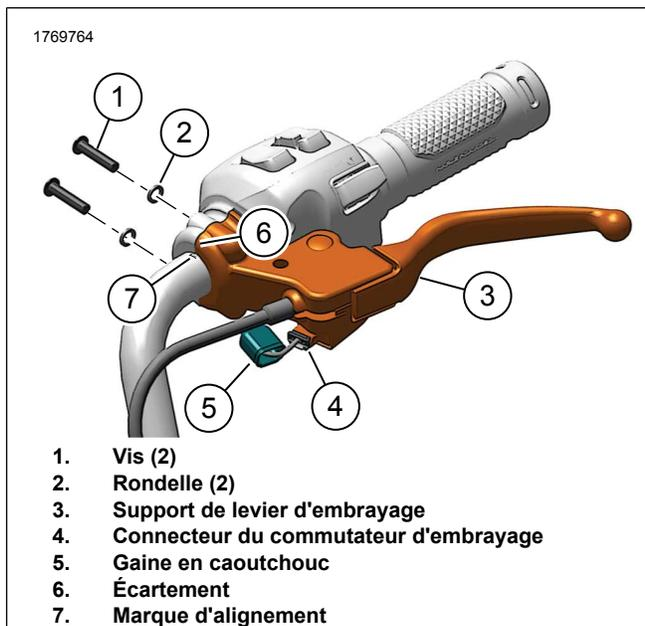

Figure 4. Support de levier d'embrayage
1. Figure 4 Déposer le support de levier d'embrayage.
- a. Glisser la gaine en caoutchouc (5) vers l'arrière.
- b. Débrancher le connecteur de l'interrupteur d'embrayage (4).
- c. Déposer les vis (1).
- d. Déposer les rondelles (2).
- e. Retirer le support du levier d'embrayage (3).
- f. Si la vis d'alignement a été retirée, installer et serrer la vis d'alignement (4).
5. Figure 4 Installer le support de levier d'embrayage.
- a. Placer le support de levier d'embrayage (3) sur le support de LHCM .
- b. Installer les vis (1) et aligner l'espace (6) avec la marque d'alignement (7).